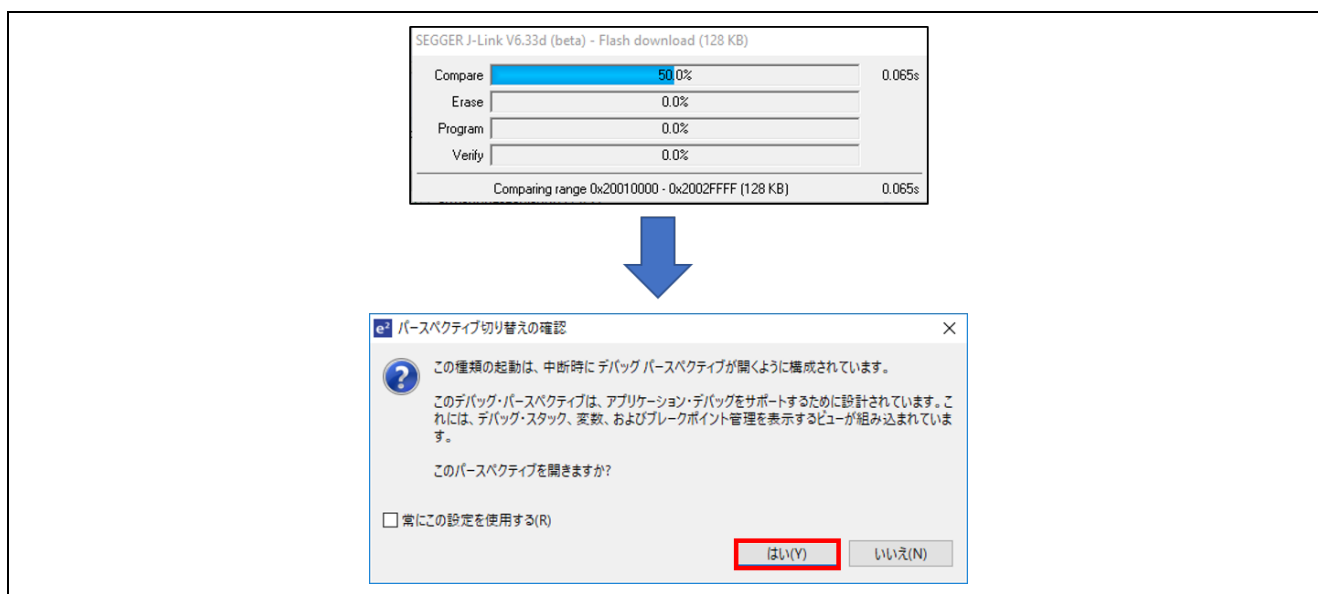

図 3-11 ターゲットプログラムのダウンロード
- ターゲットのプログラムがダウンロードされ、e2 studio から "パースペクティブの切り替え確認"ダイアログが開きます。"はい" ボタンをクリックします(図 3-11)。